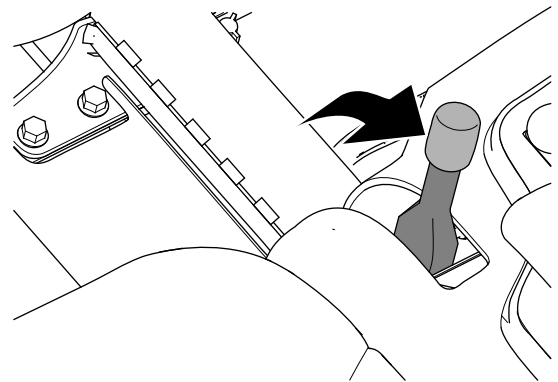

Bild 32
2. Aktivieren Sie die Feststellbremse (Bild 32).